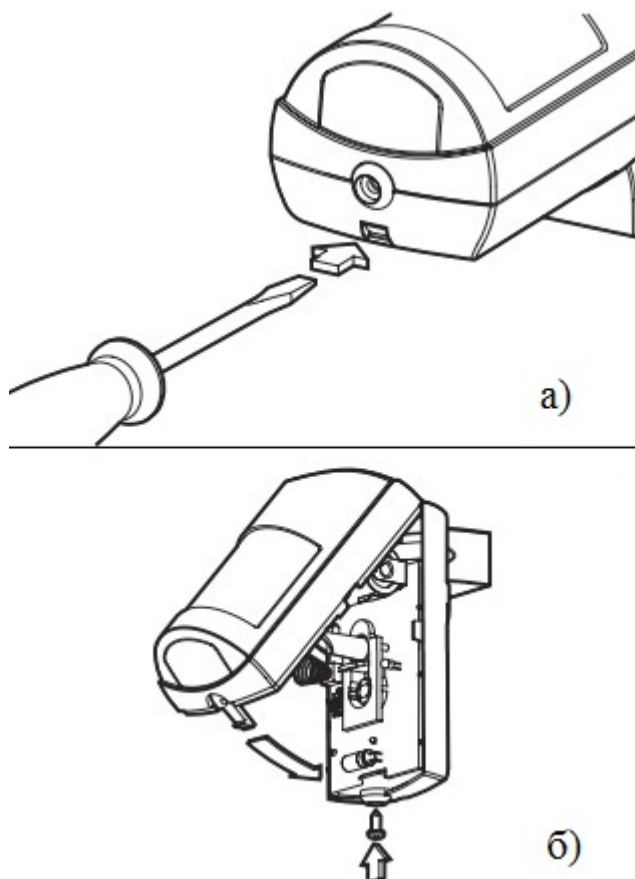

Рис. 3.3
- датчик отрыва от стены (13).
- Вытащить батарейку Primary(4) из извещателя, поменять полярность батарейки, и вставить обратно.
- Перевести переключатель (9) в положение «1».
- а) Откройте крышку Икара-Р, вставив отвертку в паз основания и надавив на зацеп как показано на рис. 3.3 (а, б).